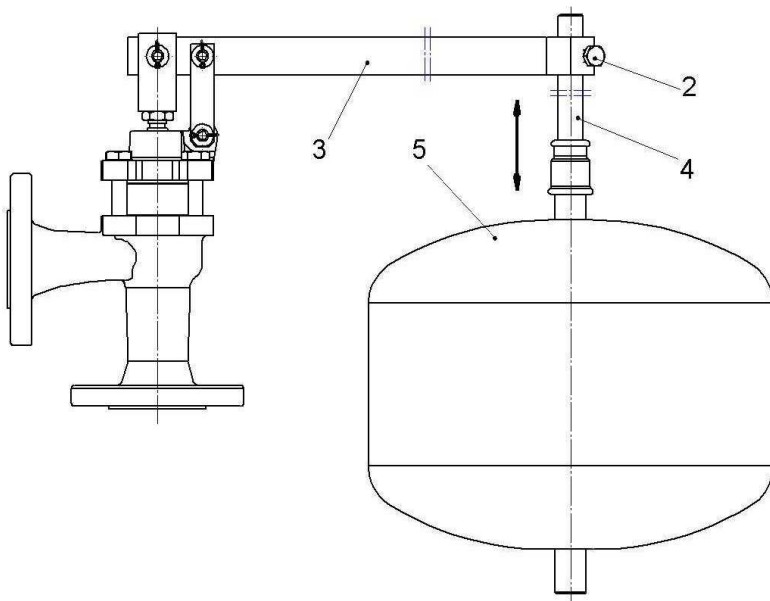

Рисунок 1
- Надо избегать ситуации, когда прибывающая вода приводит к возникновению волны на поверхности. Это может привести к вибрации, что приводит к громкой работе клапана. Ниппель нужно монтировать так, чтобы жидкость втекала под поверхностью воды. Необходимо помнить о воздухоотводе в ниппеле, который будет выше уровня воды (Рис. 1, деталь 1).